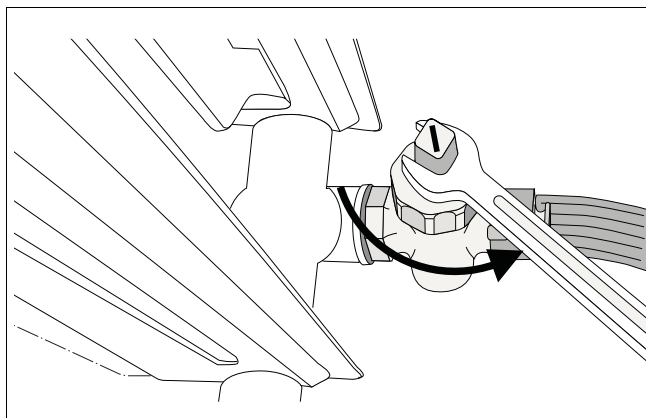

Fig. 101 Aftapning af vand i varmeanlægget
- Dette gøres ved at aftappe kedelvandet på det laveste punkt i varmeanlægget ved hjælp af (kedel-påfyldnings- og tømningshanen) eller radiatoren (fig. 101). Samtidig skal (den automatiske) udlufter på varmeanlæggets højeste punkt være åbnet.